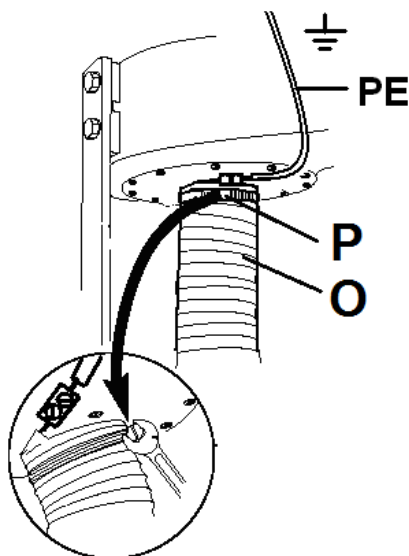

Рис. 10
При помощи одного хомута для шланга (P) прикрепите шланг (O) к входному отверстию, как показано на рис. 10.
Подсоедините стальной провод шланга к желто-зеленому проводу заземления (PE, Рис. 10). Это обеспечит защиту от статического электричества.